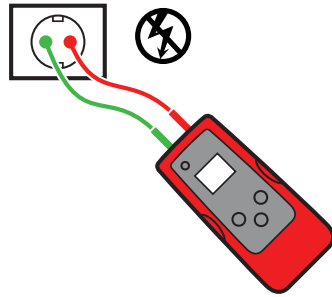

Abbildung 3.5a
3. Schließen Sie rote und grüne Messleitung an Außenleiter und Neutralleiter derselben Steckdose oder desselben Kabels an (siehe Abbildung 3.5a).\*